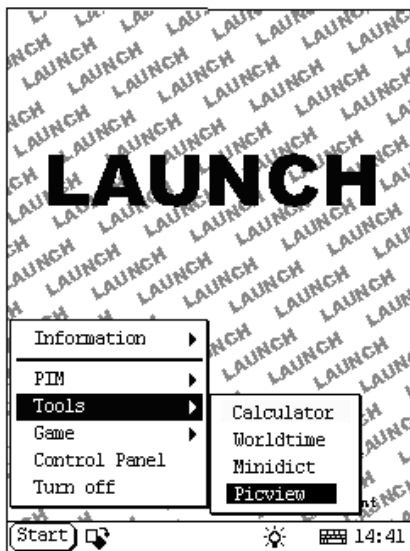

Рисунок 4-10
2) Выберите "Средства" в всплывающем меню(см. рисунок 4-10).